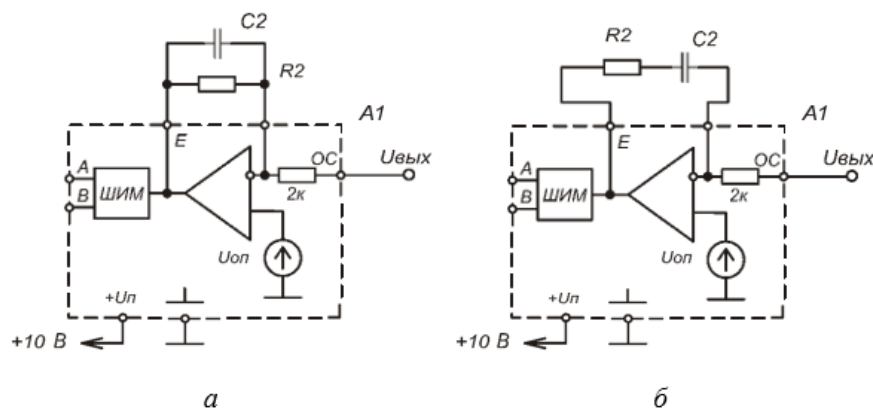

Рис. 5.2
3.6. Уберите последовательный конденсатор $C2$ и включите его параллельно резистору $R2$. Снимите осциллограммы i_L и U_H (осциллограмму тока дросселя снять качественно, по огибающим линиям). (см. рис.5.2а) 3.7. Для снятия динамических характеристик включите последователь-но с источником питания коммутатор согласно схеме рис.5.3.